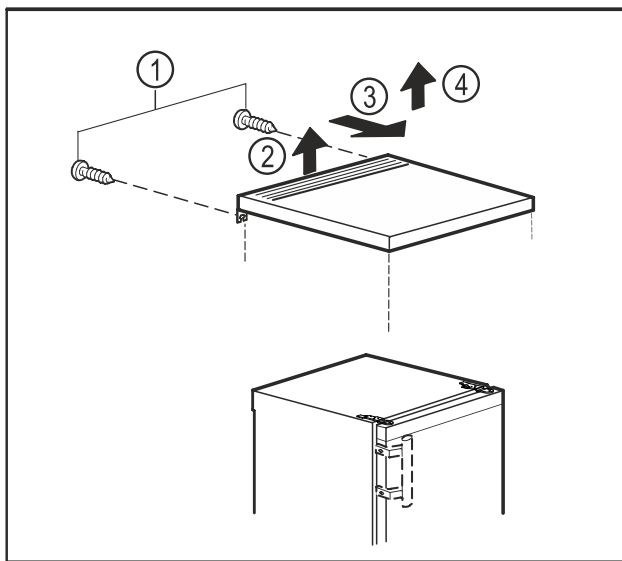

Fig. 6
- Fjern skruene på baksiden. Fig. 6 (1)
- Løft bordplaten bak. Fig. 6 (2)
- Skyv bordplaten fremover. Fig. 6 (3)
- Løft bordplaten oppover. Fig. 6 (4)